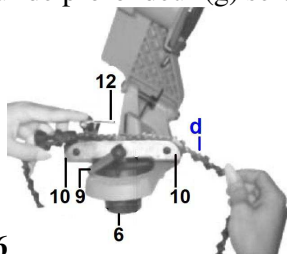

Fig.6
4.6.1- Installation de la chaîne (Fig.6)
Régalez l'angle de la table pivotante (8) au moyen de la molette de réglage (6) (voir Fig.6).